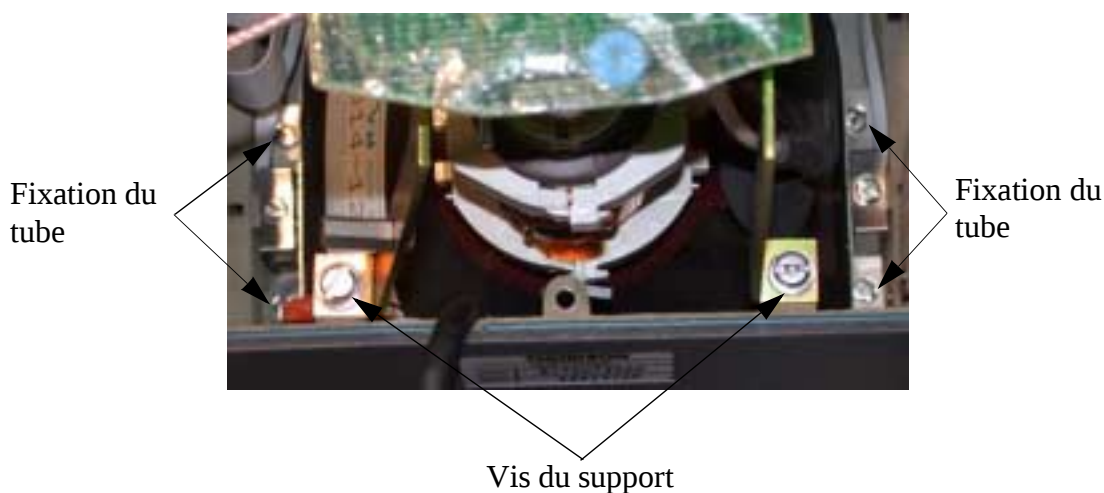

Figure 1.8 : Fixation du support de la carte SWEEP BOARD et du tube
- Déposer le support de la carte SWEEP BOARD en dévissant ses 2 vis de fixation (figure 1.8).
- Dévisser les 4 vis de fixation du tube (figure 1.8).